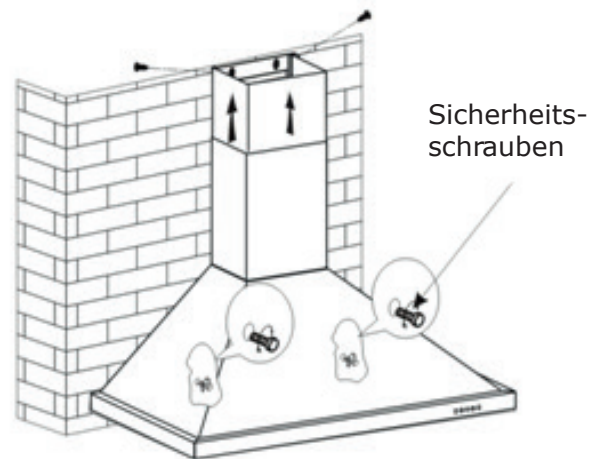

Bild 5
- 1.5 Stellen Sie die richtige Höhe der inneren Kaminverblendung ein so, dass die Klammern übereinstimmen und fixieren Sie diese. Danach können Sie die Haube mit den Sicherheitsschrauben fixieren(siehe Bild 5).